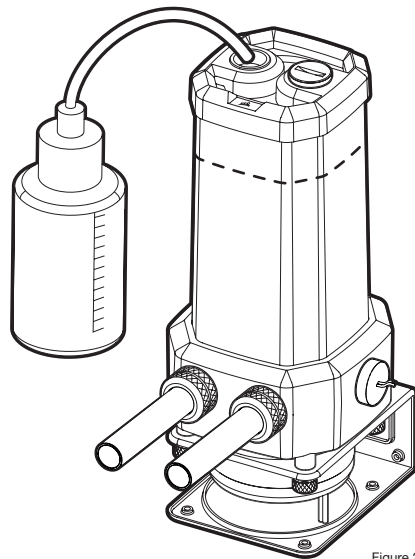

Figure 2
2. Заполните резервуар через верхнее левое отверстие G1/4" хладагентом CORSAIR XL5, используя наполнительный резервуар примерно до 2 см (4/5) ниже верхней части (Рис. 2).